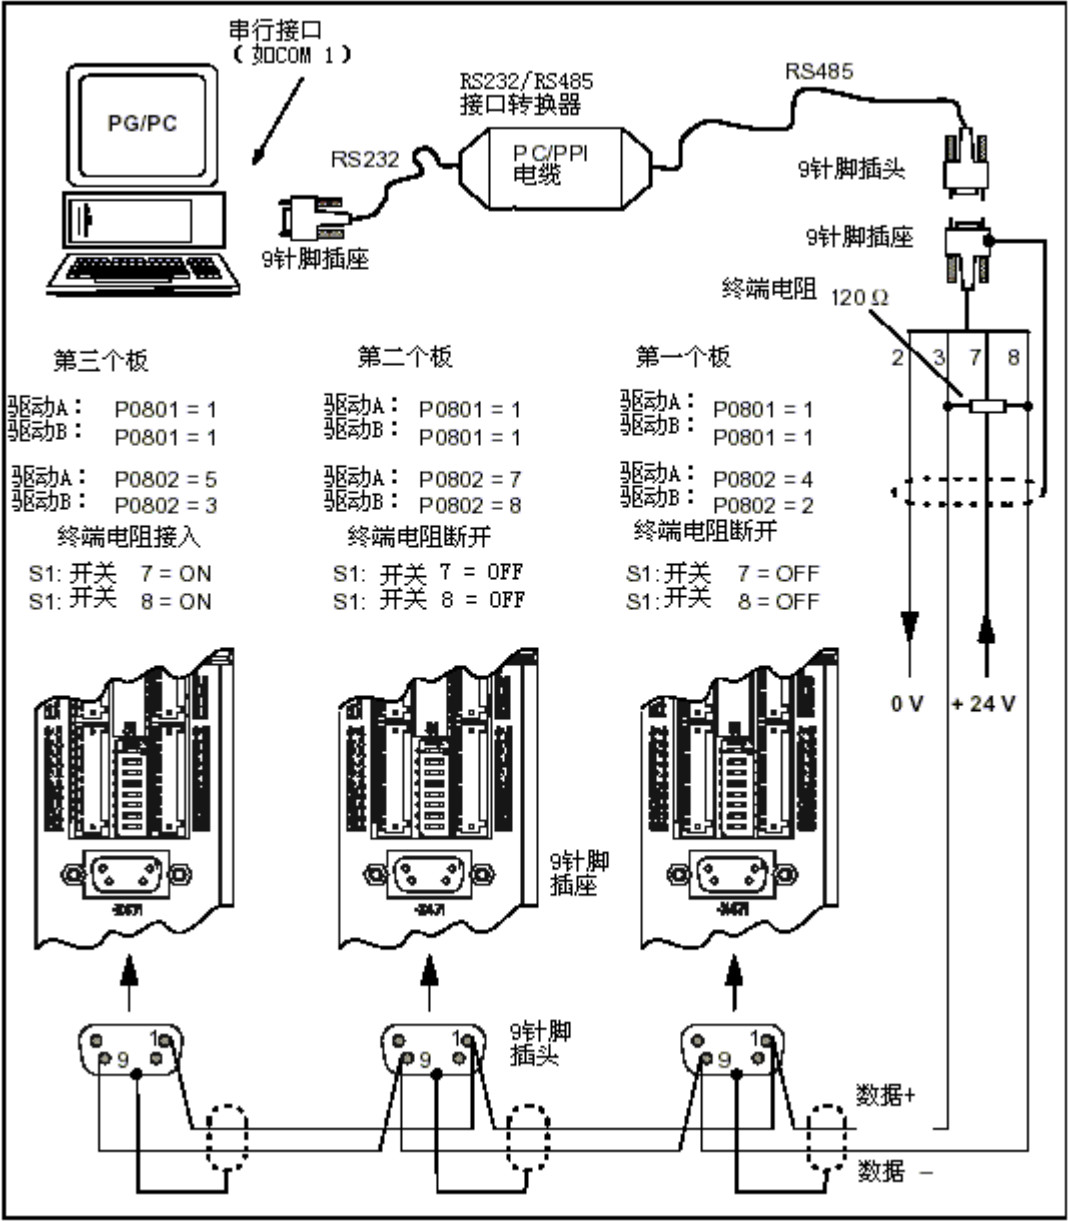

图 3-10 经 RS485 的通讯 (3 个结点例)
(本功能因硬件而异) 串行接口 RS485 用于连接 RS485 组的几个“SIMODRIVE 611 通用”控制模块。参数化及启动工具“SimoCom U”是在联机方式下通过 RS232/RS485 接口转换器和 RS485 组中所选的驱动进行通讯的(请参图 3-10)。
(电缆连接图请参见第 2.5 章或图 3-10)
- 转换接通终端电阻器或者将其焊进插口（请参见图 3-10）